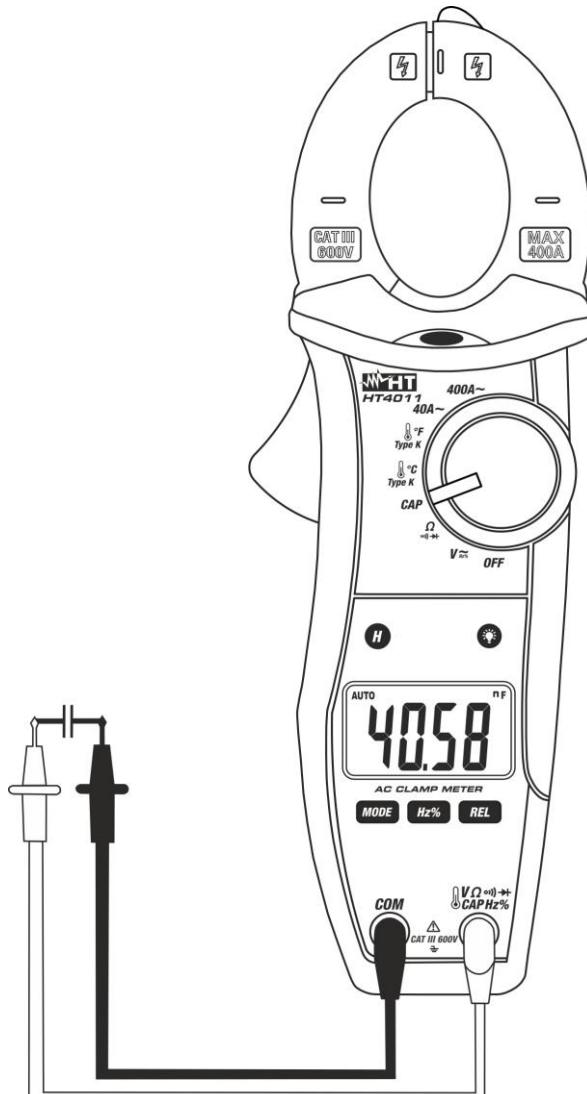

Abb. 8: Verwendung der Zange für Kapazitätssmessung
3. Stellen Sie die Messleitungen in die gewünschten Punkte des zu messenden Kreises (Abb. 8). Der Kapazitätswert erscheint auf dem Display